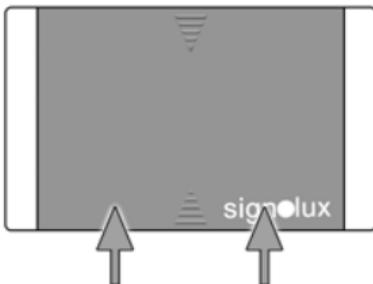

Figure 3
- Glissez le cache ne plastique vers le haut. Vous devez passer outre la résistance de l'encliquetage. (fig. 3)